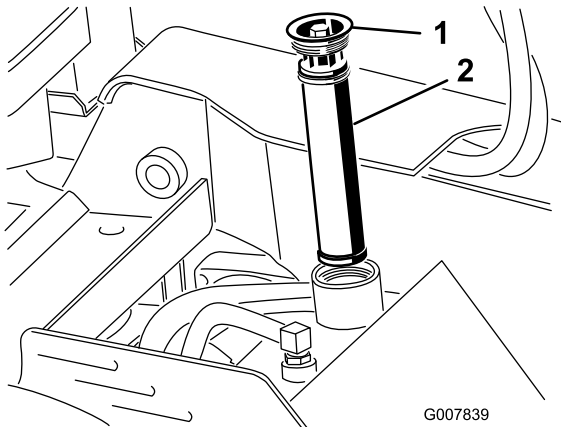

Bild 56
- Reinigen Sie den Bereich um den Einfüllstutzen des Hydraulikbehälters und nehmen Sie den Deckel und den Filter mit einem Sechskantschlüssel aus dem Einfüllstutzen (Bild 56).
- Entfernen Sie den Fülldeckel des Hydraulikbehälters und den Filter (Bild 56).
10. Setzen Sie den Hydraulikfilter und den Fülldeckel (Bild 56) ein und ziehen Sie die Schraube oben bis auf 13-15,5 N·m an.